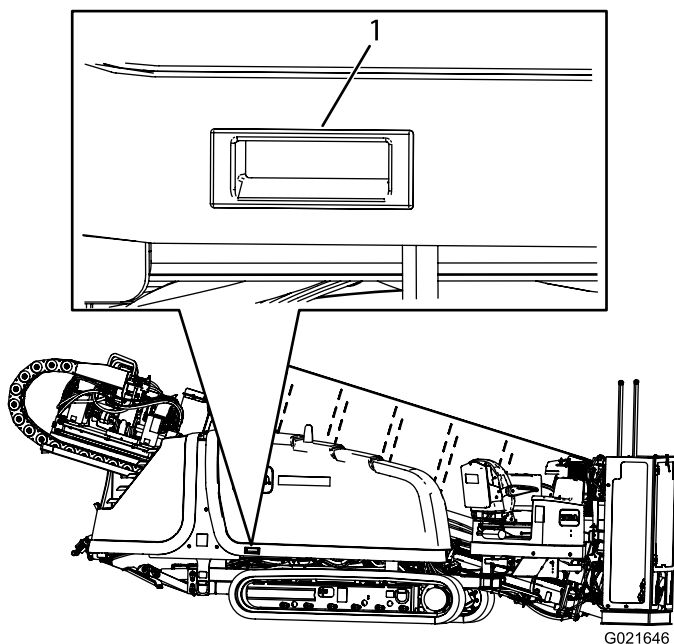

Рисунок 94
3. Поднимите опорную штангу, как показано на Рисунок 94.